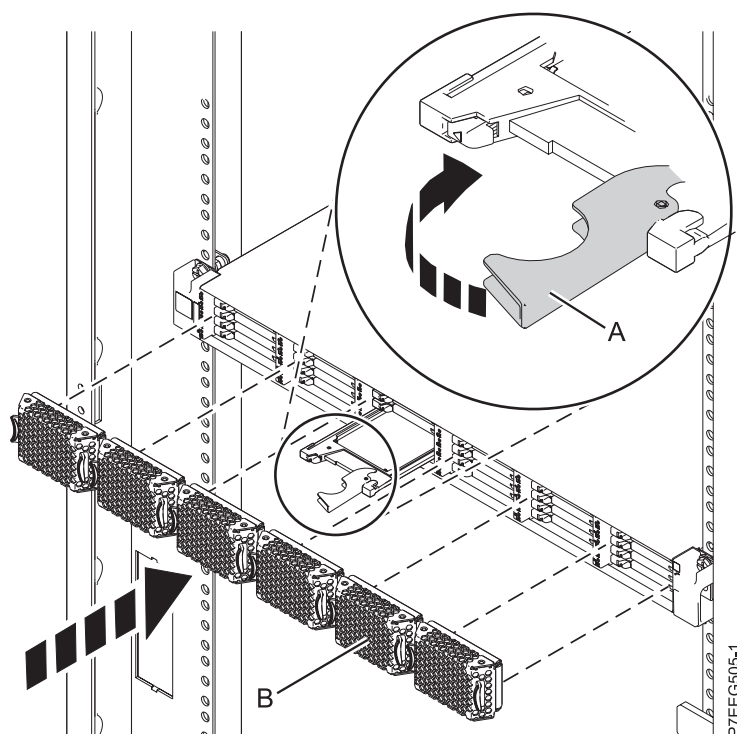

Figura 15. Instalación de una unidad de estado sólido en Alojamiento de almacenamiento PCIe de EDR1
1. Con el asa en la posición de desbloqueo, alinee la unidad de estado sólido con los rieles de guía del alojamiento. Consulte Figura 15.